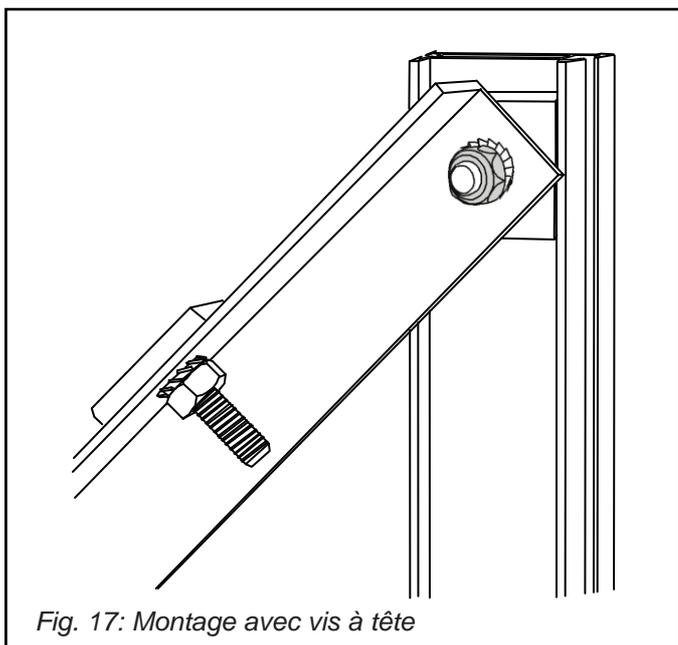

Fig. 17: Montage avec vis à tête
- Fixer l'équerre de support au profilé en utilisant les vis à tête rectangulaire déjà partiellement montés (Fig. 17). Fixer les extrémités mobiles des équerres avec une vis (Fig. 17) et serrer toutes les vis.